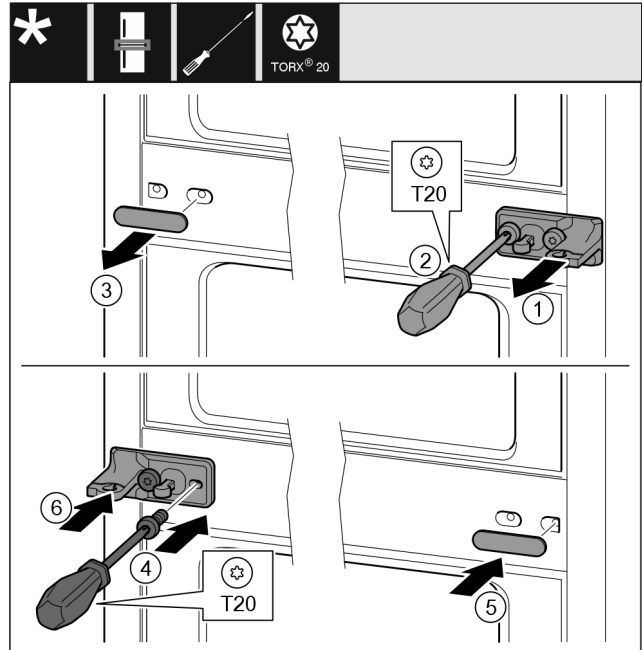

Fig. 12
- ▶ Extrageți șaiba Fig. 12 (1).
- ▶ Demontați șuruburile Fig. 12 (2) cu șurubelnița.
- ▶ Desprindeți cu precauție capacul Fig. 12 (3).
- ▶ Înșurubați ferm pe cealaltă parte suportul de lagăr cu folie Fig. 12 (4) rotit cu 180°.
- ▶ Atașați pe cealaltă parte capacul Fig. 12 (5) rotit cu 180°.
- ▶ Montați șaiba Fig. 12 (6) din față.